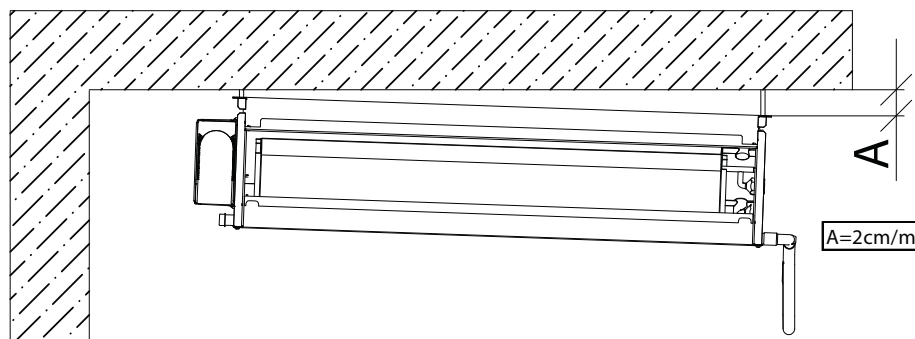

Fig. 5
Dans le cas d'une installation horizontale, prévoir une inclinaison de 2 cm/m pour faciliter le drainage correct du condensat (voir Fig. 5).
- **Dans les modèles verticaux**, les deux crochets doivent être insérés dans les fentes sur le côté du ventilo-convecteur (Fig.5).